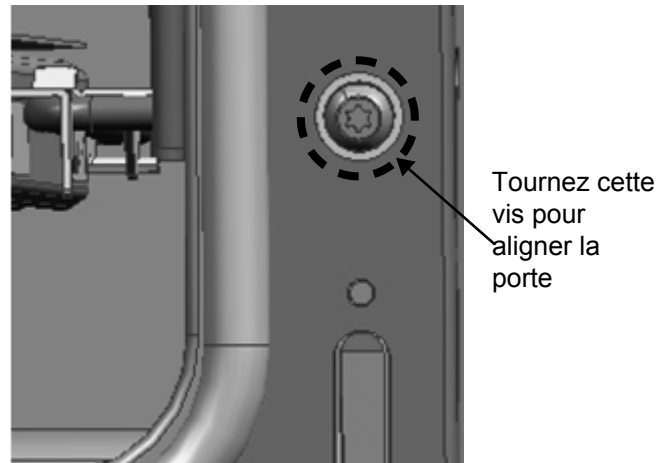

Figure 21: Vis d'ajustement des charnières
3. Si la porte ou la poignée semble légèrement inclinée d'un côté ou de l'autre, vous pouvez ajuster l'inclinaison en vissant ou dévissant à l'aide d'un grand tournevis Torx T-20 la vis Torx de la charnière, située directement au-dessus de la fente de la charnière. Tournez la vis jusqu'à ce que la porte soit correctement alignée (*Figure 21*).